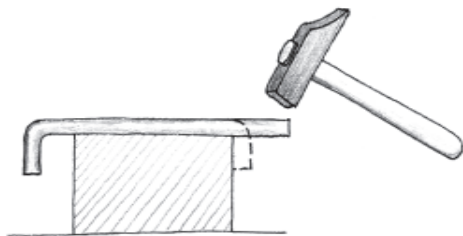

Рис. 9
3. На ребре металлической плиты отогнуть концы заготовки равной длины (не более 7–8 мм с каждой стороны) под прямым углом (рис. 9).